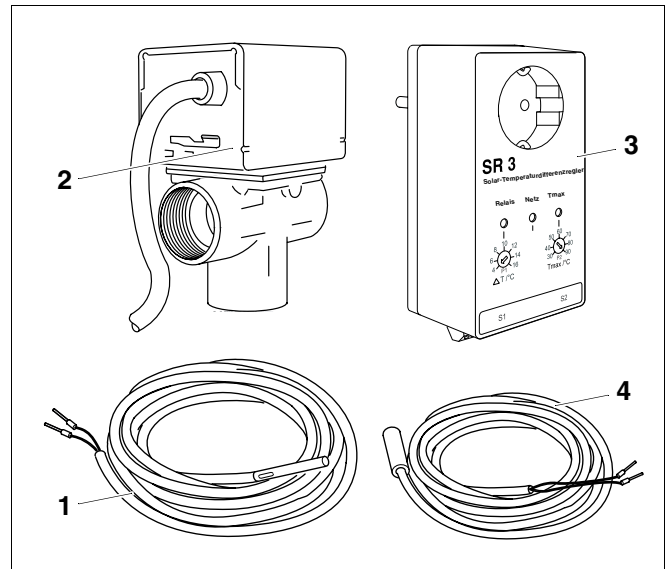
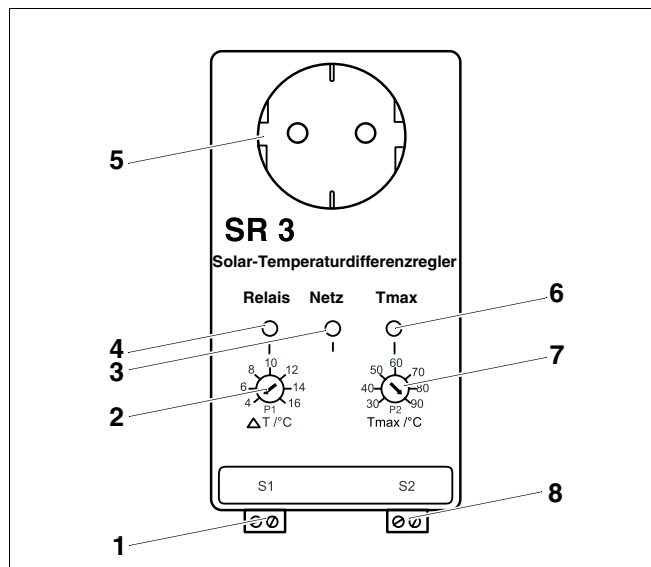

Fig. 1 Componentes del volumen de suministro
Fig. 2 Regulador de enchufe SR 3
Componentes del volumen de suministro (fig. 1)
Al alcanzar la diferencia de temperatura de conexión de 4 K (fig. 2, **pos. 2**) se acciona (fig. 1, **pos. 2**) la válvula motorizada de 3 vías – el LED "Relais" ("Relé") (fig. 2, **pos. 4**) está encendido.
Cuando la diferencia de temperatura disminuye a la mitad de la diferencia de temperatura de conexión (en este caso 2 K), el flujo volumétrico es dirigido a la caldera – el LED "Relais" ("Relé") (fig. 2, **pos. 4**) no está encendido.